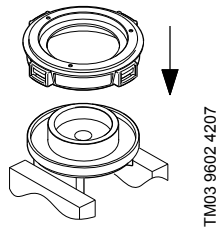

Рис. 18 Установка впускной части в державку
2. Установить комплект впускной части в державку (поз. В). Смотри рис. 18.